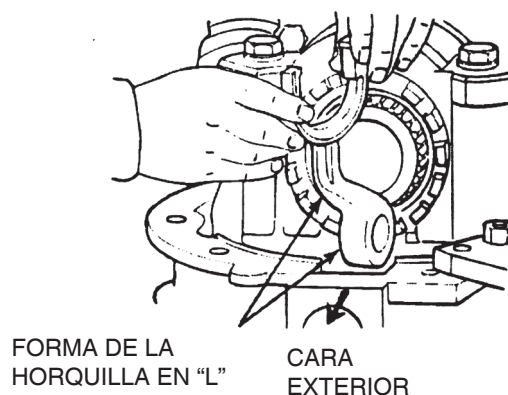

Figura 124
1. Instale la horquilla del aro de bloqueo en el eje de accionamiento en el conjunto del diferencial. La sección en forma de "L" de la horquilla y el orificio para el eje de accionamiento deberán estar dirigidos hacia el lado del alojamiento del cilindro en la caja del diferencial. Figura 124